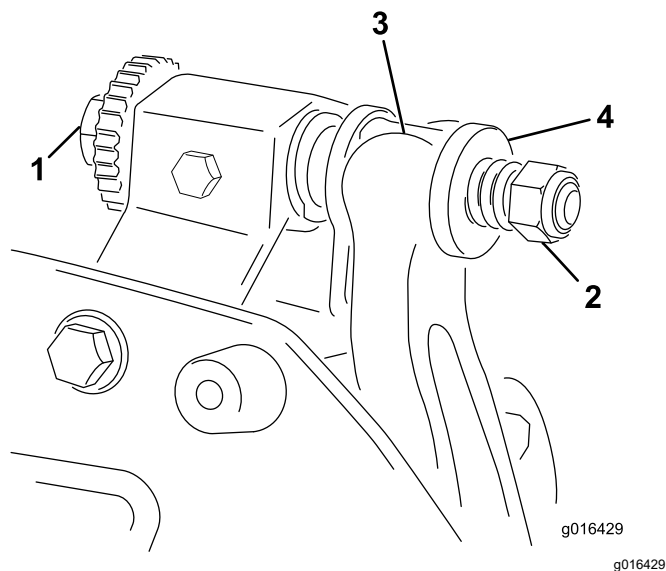

Figura 17
1. Rode o parafuso de ajuste da barra de apoio no sentido contrário ao dos ponteiros do relógio, para afastar lâmina de corte do cilindro (Figura 17).
2. Faça recuar a porca da mola tensora até que a anilha deixe de estar sob tensão contra a barra de apoio (Figura 17).
1. Instale do conjunto da barra de apoio/lâmina de corte, posicionando as aletas de montagem entre as anilhas e o parafuso de ajuste da barra de apoio (Figura 17).